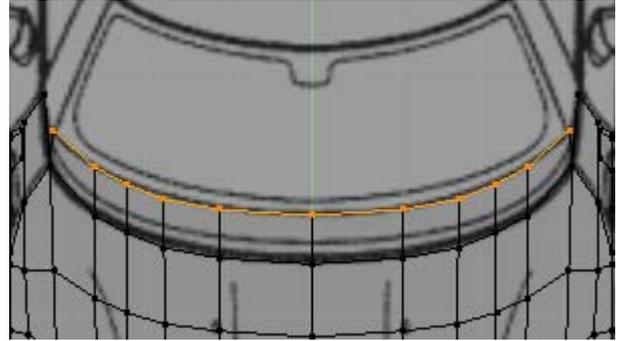

Figura 4.46
46. Na janela Topt Ortho, seleccione o contorno superior da malha do capot, **[Alt]+[RMB]** sobre uma das arestas, e proceda a uma extrusão segundo yy até à base do vidro frontal, **[E]>[Y]**, figura 4.46.